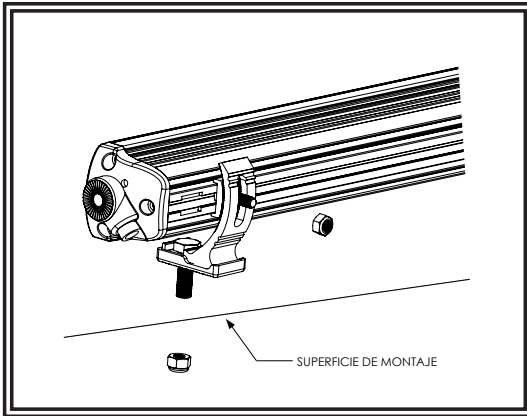

Figura 1
1. Inserte los dos tornillos de cabeza hexagonal más pequeños en el canal trasero de la barra. Asegure sin apretar los soportes a la parte trasera de la barra como se muestra en la Figura 1.